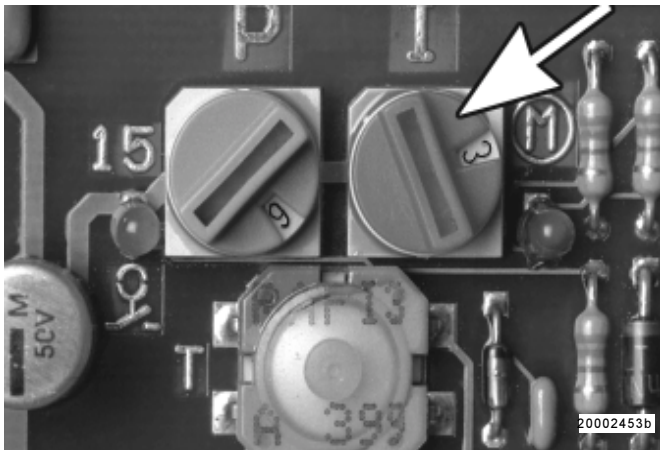

Abb. 27 - Drehschalter, Arbeitszeit
- Bereits abgelaufene Arbeitszeiten werden beim Ausschalten des Maschinenkontaktes gespeichert und aufaddiert. Dies geschieht solange, bis die, an dem roten Drehschalter, siehe Abb. 27, eingestellte Zeit, erreicht ist. Danach beginnt der Schmierzyklus von vorne.